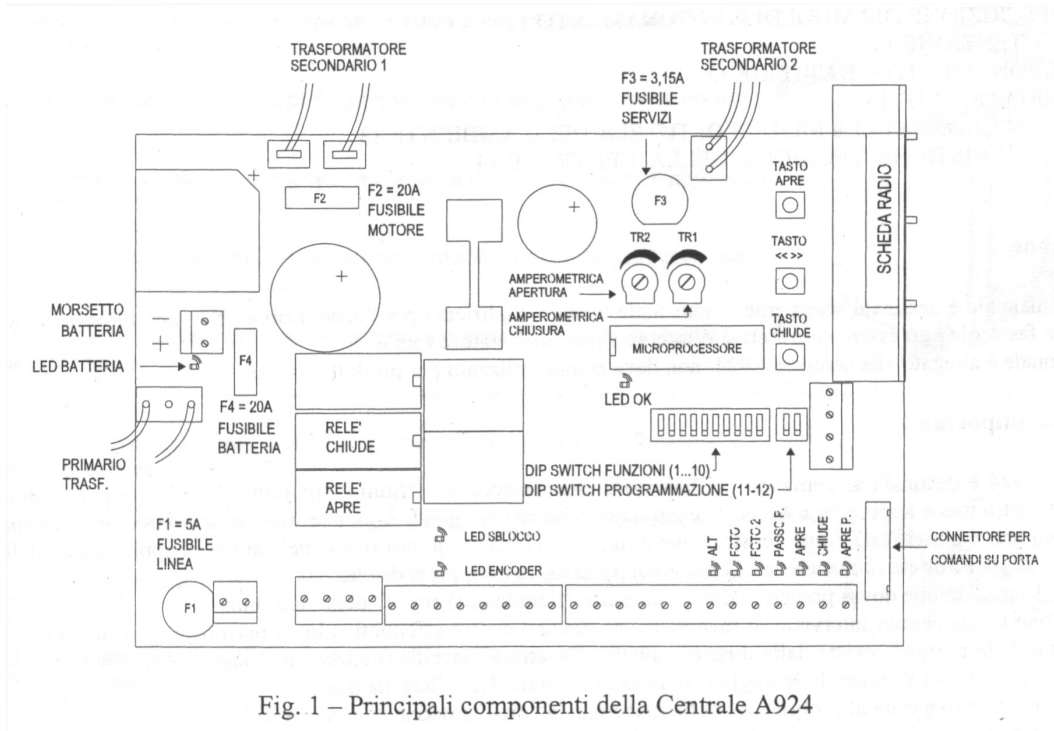

Fig. 1 – Principali componenti della Centrale A924
2. Röviden nyomjuk meg az Open gombot (fig.1.) vagy a Close gombot a panelen vagy adjunk egy vezérlő impulzust a bemeneteknek (input) és várjunk amíg a kapu lassan lezár a 0 pozícióig, aztán lassan kinyit az 1 pozícióig, majd gyorsan újra lezár a 0 pozícióig.
3. Nyomjuk meg a Close gombot (fig.1) és várjunk amíg a kapu lassan lezár 0 pozícióig, aztán lassan kinyit az 1 pozícióig, majd gyorsan újra lezár a 0 pozícióig.
1. Nyomjuk meg a memory gombot (fig.1) és tartuk nyomva legalább 3 másodpercig, 3 másodperc után az OK jelzés (fig.1) elkezd villogni.